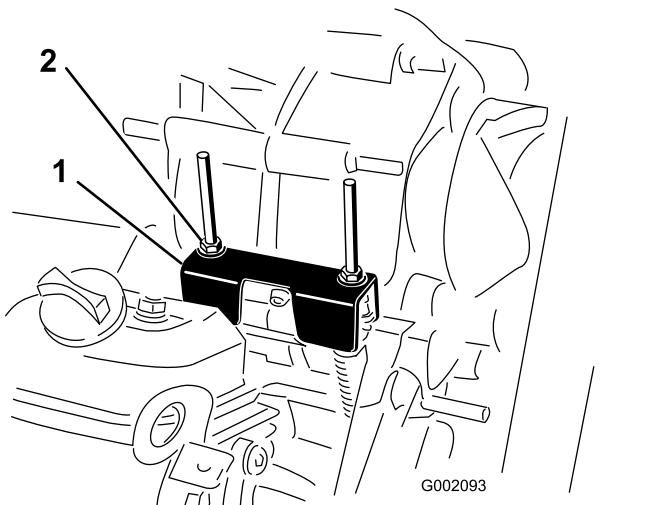

Figure 58
Lors des entretiens courants et/ou des diagnostics du moteur, vous devez placer la boîte-pont au POINT MORT (Figure 58). La position POINT MORT
2. Vérifiez que la patte de réglage du point mort est à la position POINT MORT (au même niveau que le support de fixation du câble situé sous la patte d'inversion de marche) en tournant l'embrayage d'entraînement (Figure 58).
3. Tournez un des contre-écrous (Figure 58) pour obtenir un espace de 0,76 à 1,52 mm (0,03 à 0,06 po) entre le bas de l'écrou/rondelle et la patte de réglage du point mort.